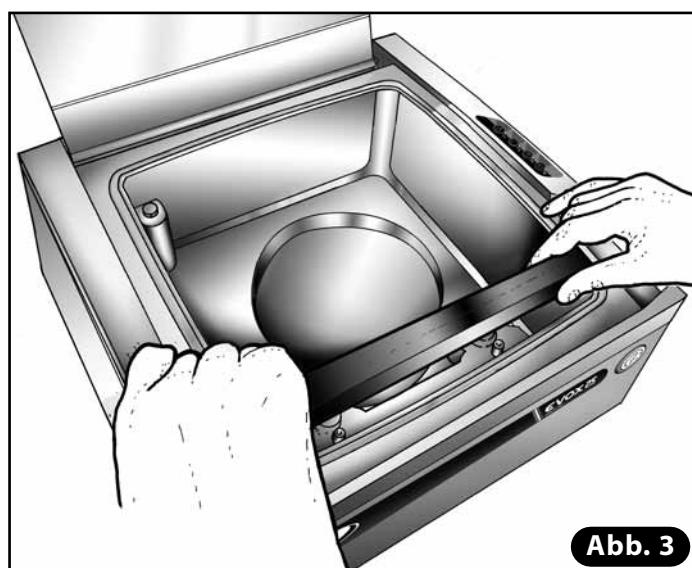

Abb. 3
8.1.5 REINIGUNG DES SCHWEISSBALKENS (Abb. 3)